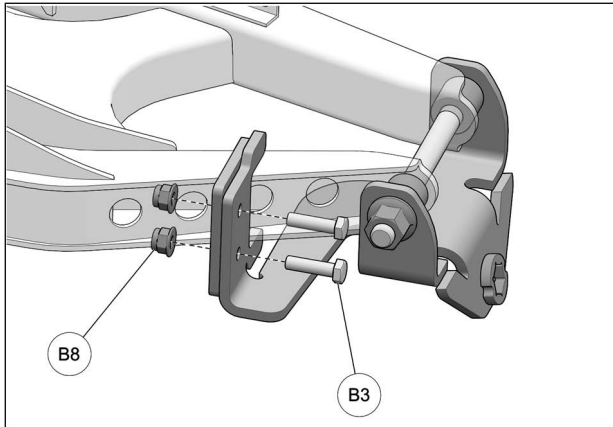

Fig. 10
10. Fixer la plaque espaceur à l'ancrage en utilisant les boulons (B3) et les écrous (B8). Serrer à la main. Fig. 10